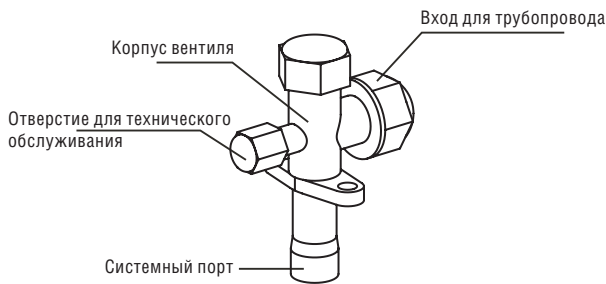

Рис. 6-5
- После завершения монтажа и перед тестовым запуском откройте вентили. Каждый наружный блок оснащен двумя вентилями различного размера. Один из этих вентилей — это вентиль газа, а второй — вентиль жидкости. Порядок открытия и закрытия вентиля показан на рисунке справа (рис. 6-5).